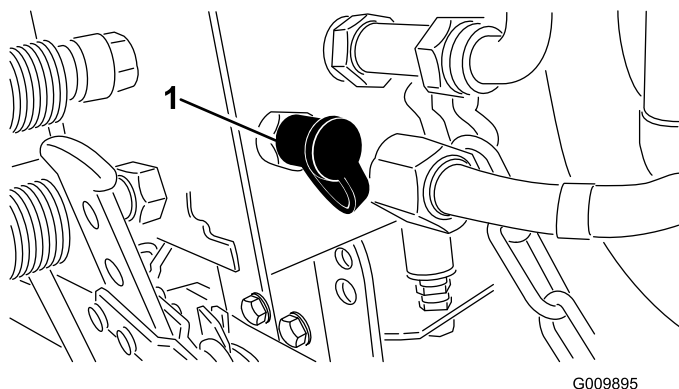

図 63
- ・ テストポート #3 (図 63) は、リール回路油圧の測定用です。